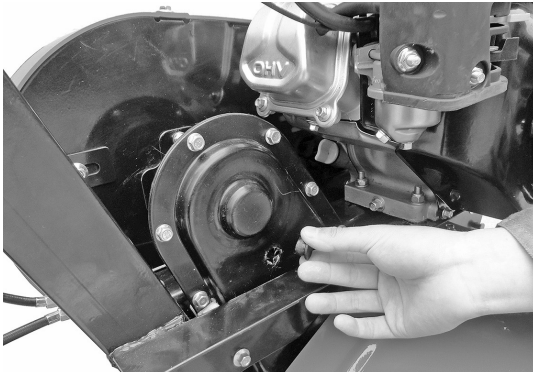

Figure 4
- Placer la motobineuse sur une surface horizontale et dévisser le bouchon (voir Fig.4).